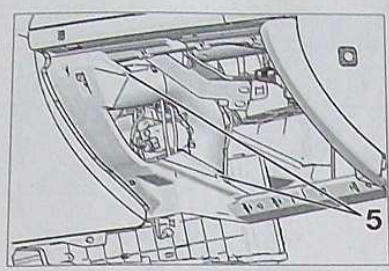

FIG. 13
Décliper en (A) le coussin gonflable pour déposer les vis (5) (Fig.13)
Déposer les vis (5) (fixation goulotte) (Fig.13)